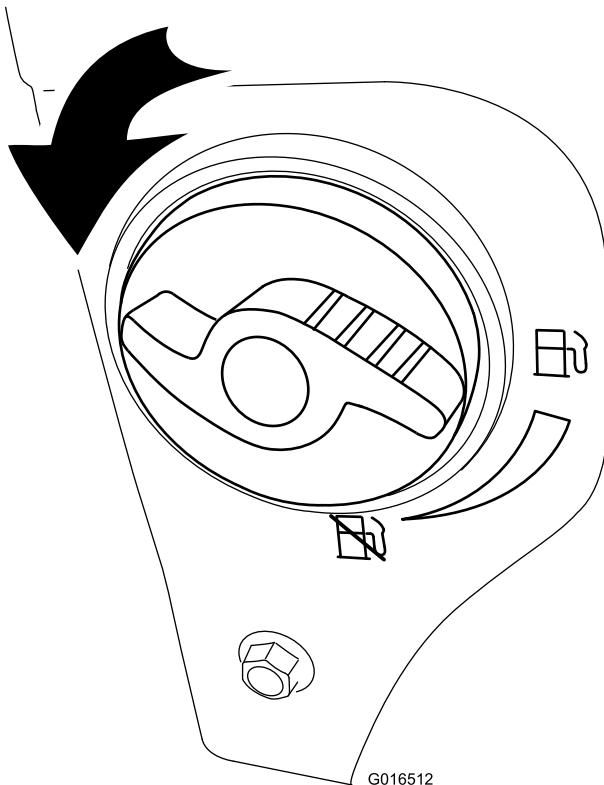

Figure 16
2. Ouvrez le robinet de carburant en le tournant de $\frac{1}{4}$ de tour dans le sens antihoraire (Figure 16).